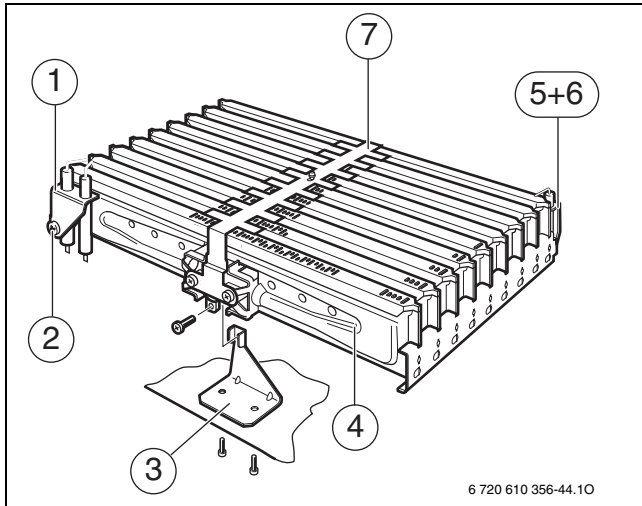

Рис. 44 Модуль пальника
- ▶ Роз'єм електрода розпаду (1) знімати з обережністю (→ рис. 44).
- ▶ Обережно зніміть з'єднання на електроді контролю полум'я (5).
- ▶ Зніміть кріпильний кутовий елемент (3).
- ▶ Послабте накидну гайку пальника та обережно зніміть модуль пальника (4).